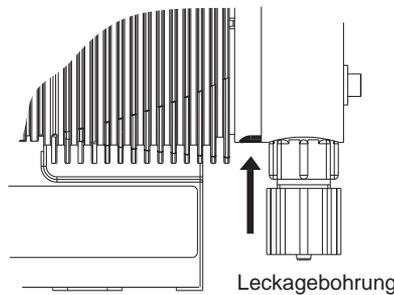

Abb. 24
- ▶ Die Dichtigkeit der gesamten Fördereinheit prüfen (besonders Leckagebohrung! siehe Abb. 24).
- ▶ Den Dosierkopf (2) und die Kopfscheibe (4) vom Pumpengehäuse (6) lösen (nur lösen!).
- ▶ Das Pumpengehäuse (6) mit der einen Hand fassen und die Membran (3) mit der anderen zwischen dem Dosierkopf (2) und der Kopfscheibe (4) einklemmen. Die Membran (3) von der Antriebsachse lösen durch eine leichte, ruckartige Drehung von Dosierkopf (2) und Kopfscheibe (4) gegen den Uhrzeigersinn.
- ▶ Die Membran (3) ganz von der Antriebsachse abschrauben.
- ▶ Die Kopfscheibe (4) vom Pumpengehäuse (6) abnehmen.
- ▶ Den Zustand der Sicherheitsmembran (5) prüfen und, wenn nötig, ersetzen.
- ▶ Die Sicherheitsmembran (5) nur so weit auf die Antriebsachse aufschieben, bis sie plan am Pumpengehäuse (6) aufliegt - nicht weiter!
- ▶ Probeweise die neue Membran (3) bis zum Anschlag auf die Antriebsachse aufschrauben - das muss gelingen, sonst dosiert die Pumpe später nicht exakt!
- ▶ Die Membran (3) wieder aufschrauben.
- ▶ Die Kopfscheibe (4) auf das Pumpengehäuse (6) aufsetzen.
- **Die Leckagebohrung muss in der späteren Einbaulage der gamma/ L nach unten zeigen (siehe Abb. 24)!**
- **Die Kopfscheibe (4) gleich in der richtigen Stellung auf das Pumpengehäuse (6) aufsetzen! Die Kopfscheibe nicht am Pumpengehäuse verdrehen, damit sich die Sicherheitsmembran (5) nicht verzieht!**
- ▶ Die Membran (3) in die Kopfscheibe (4) einlegen.
- ▶ Die Kopfscheibe (4) festhalten und die Membran (3) im Uhrzeigersinn festschrauben, bis sie fest sitzt (der Verdrehwiderstand der Rückholfeder wird spürbar).
- **Die Membran (3) dabei nicht überdrehen (besonders bei Typ 1601)!**
- **Die Kopfscheibe (4) muss in ihrer Stellung bleiben, damit sich die Sicherheitsmembran nicht verzieht!**
- ▶ Den Dosierkopf (2) mit den Schrauben (1) auf die Membran (3) und die Kopfscheibe (4) aufstecken (der Sauganschluss muss in der späteren Einbaulage der Pumpe nach unten zeigen).
- ▶ Die Schrauben (1) leicht anlegen und dann über Kreuz anziehen (Anzugsdrehmoment siehe unten).